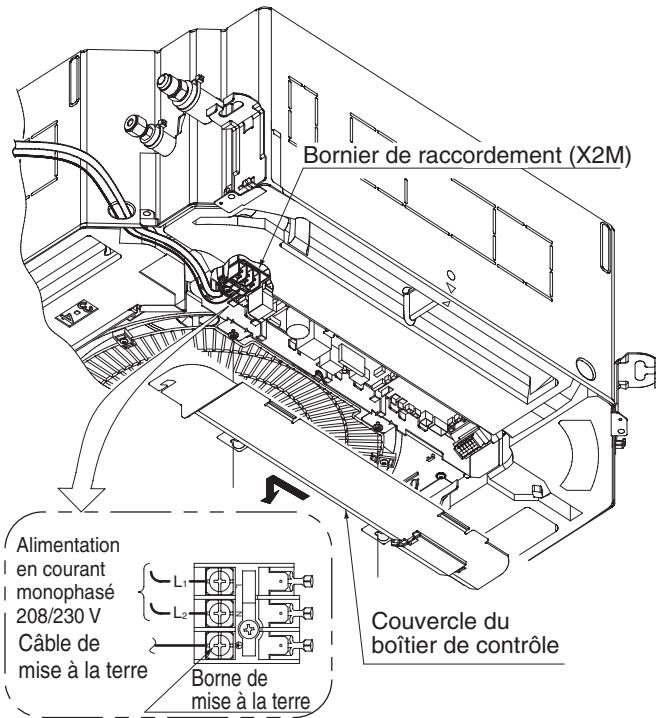

Fig. 21
- Ouvrez le couvercle du boîtier de commandes et brancher l'alimentation 208 - 230 V à phase unique à la borne (L1, L2) du bornier (X2M). Raccordez le câble de mise à la terre à la borne de terre. (Reportez-vous à la Fig. 21)